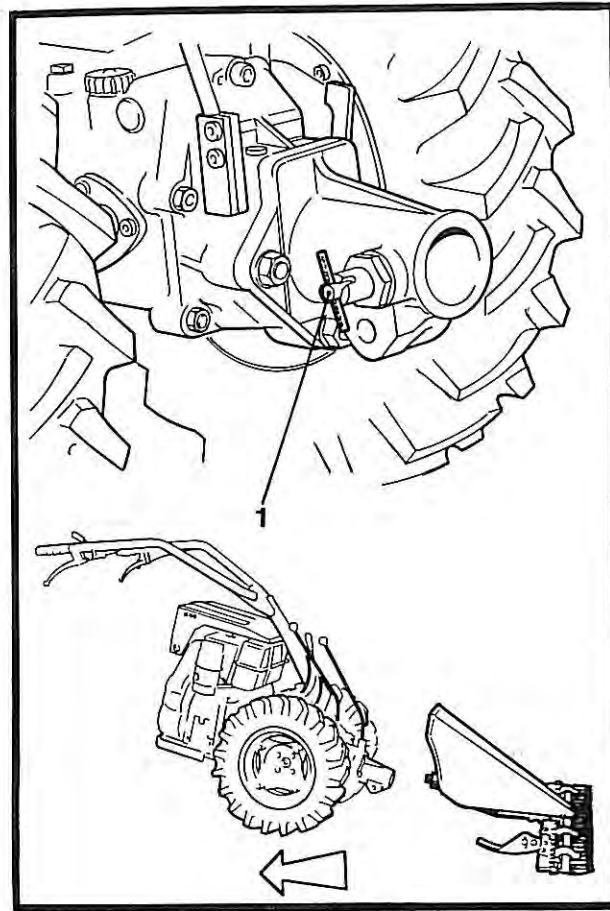

Fig. 6
La presa di potenza è provvista di un attacco **Quickfit** che consente il collegamento facile e rapido degli attrezzi (fig. 6). A motore fermo e con la macchina in posizione orizzontale, tirare chiavistello (1) e bloccarlo in posizione aperta ruotandolo di  $90^\circ$ , sfilare la macchina dall'accessorio inserito. Una volta inserito un nuovo attrezzo, ruotare il chiavistello fino allo scatto nella posizione di serraggio.
The PTO is equipped with a **Quickfit** connection for easy and quick implement connection (Fig. 6). With the engine at a standstill and the machine in a horizontal position, pull the lever (1) and lock it in an open position rotating to 90°, remove the connected accessory from the machine. When the new implement is connected, rotate the lever until it clicks into the locking position.
La prise de force est munie d'un dispositif **Quickfit** qui permet le montage facile et rapide des outils (fig. 6). Lorsque le moteur est arrêté et le motoculteur en position horizontale tirer le loquet (1) et le bloquer en position ouverte en le tournant de 90°, retirer l'accessoire en place. Une fois monté le nouvel outil, tourner le loquet jusqu'au déclic dans la position de serrage.
Die Kraftabnahme führt ein **Quickfit**-Anbauteil, welches ein einfaches und schnelles Ankoppeln der Geräte ermöglicht (Abb. 6). Bei stehenden Motor und waagrecht stehender Maschine den Riegel (1) anziehen, ihn um 90° drehen und in offener Position einschnappen lassen; das angekoppelte Gerät von der Maschine lösen. Nach Einfügen eines anderen Geräts den Riegel drehen, bis er in seiner Endposition einrastet.